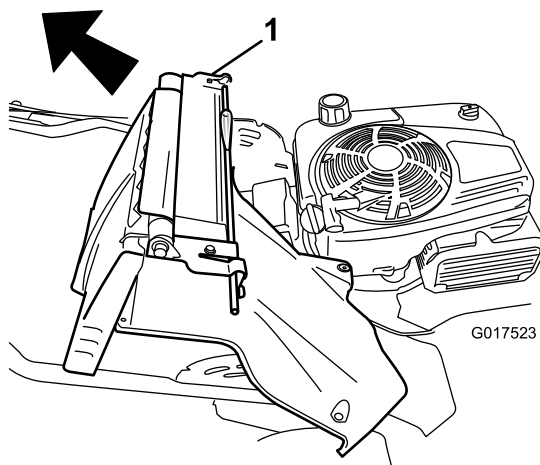

Рисунок 33
7. Снимите задний отражатель и рычаг фиксации рукоятки в сборе (Рисунок 33).